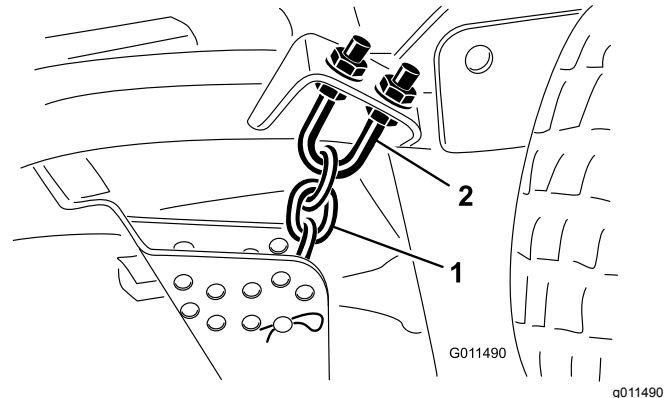

Figura 100
1. Desaperte as porcas de retenção na zona superior ou inferior da cavilha em U da correia da altura de corte (Figura 100).